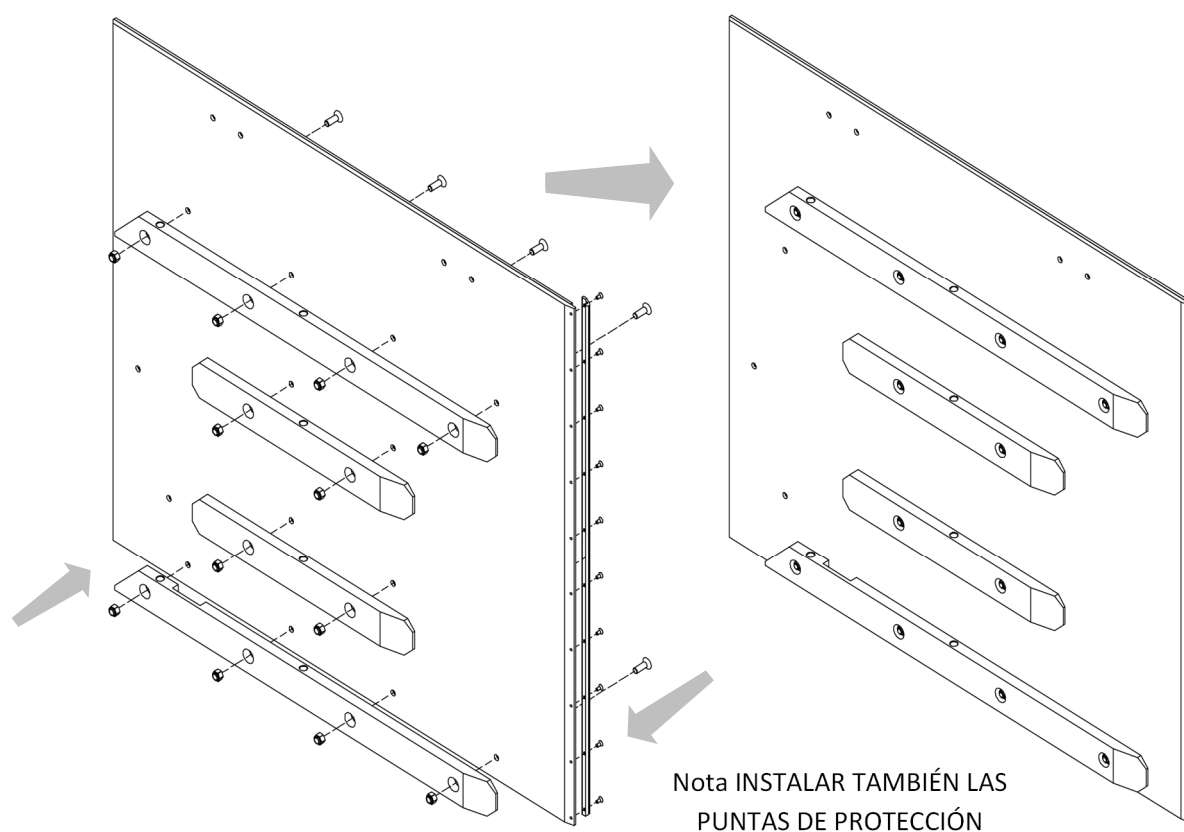

Figura 17
2. Montar las placas de fijación en los batientes mediante los tornillos y tuercas correspondientes (ver *Figura 17*), prestando atención a los posibles espesores que se colocarán entre las placas y el propio batiente.